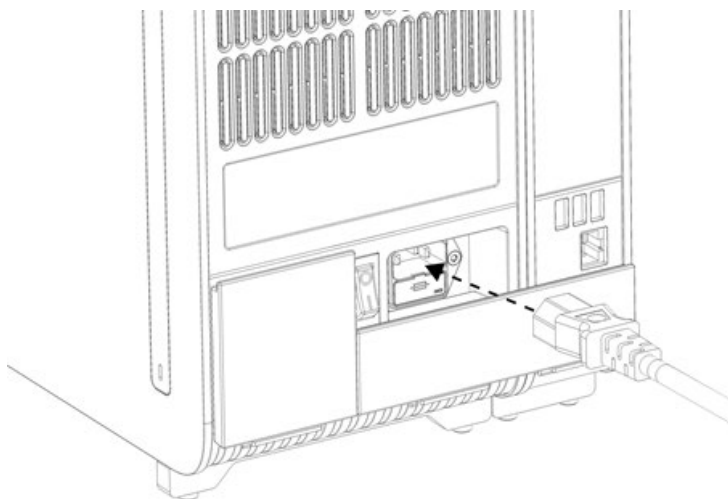

Bild 20. Ansluta nätsladden.
8. Anslut nätsladden som levererades med QIAstat-Dx Analyzer 2.0 till baksidan av den ursprungliga analytiska enheten (bild 20).